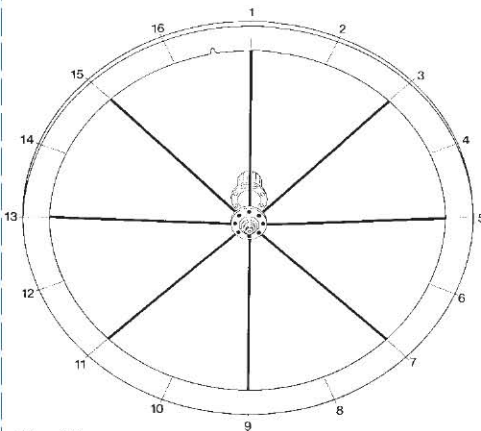

Fig. 46
- Procedete al montaggio dei raggi sul lato opposto alla ruota libera, con le teste orientate verso l'esterno della flangia del mozzo e con il primo raggio montato sul primo foro a destra del foro valvola del cerchio (Fig. 46).
- Start with installation of the spokes on the side opposite the freewheel, with the heads oriented towards the outside of the hub flange, and with the first spoke fitted in the first hole to the right of the valve hole in the rim (Fig. 46).
- Mit der Montage der Speichen auf der dem Freilaufkörper gegenüberliegenden Seite beginnen. Die Speichenköpfe, vom Nabenflansch gesehen, nach außen halten. Die erste Speiche in die erste Bohrung rechts von der Ventilbohrung der Felge einführen (Abb. 46).
- Procédez au montage des rayons sur le côté opposé à la roue libre, avec les têtes tournées vers l'extérieur de la bride du moyeu en montant le premier rayon sur le premier trou à droite du trou de la valve de la jante (Fig. 46).
- Montar los radios en el lado contrario de la rueda libre, con las cabezas giradas hacia la parte exterior de la brida del buje, con el primer radio montado en el primer agujero a la derecha del orificio de la válvula de la llanta (Fig. 46).
- Begin met het aanbrengen van de spaken aan de zijde tegenover de cassettebody, waarbij de spaakkoppen tegen de buitenzijde van de naafflens zitten. De eerste spaak dient in het eerste gat rechts naast het ventielgat van de velg te worden geplaatst (Fig. 46).